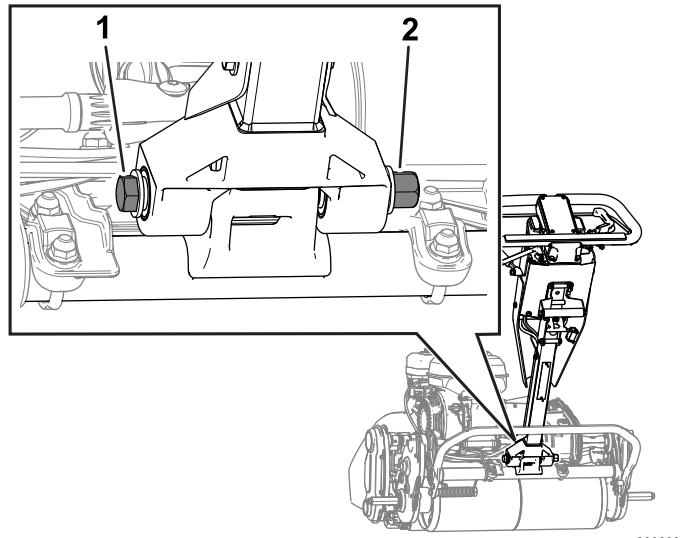

Bild 37
2. Lösen Sie die Schraube und Mutter wie in Bild 37 dargestellt.